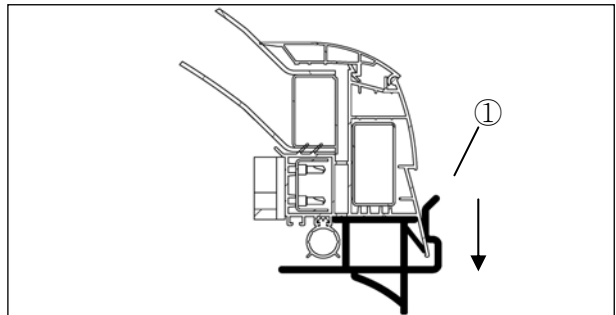
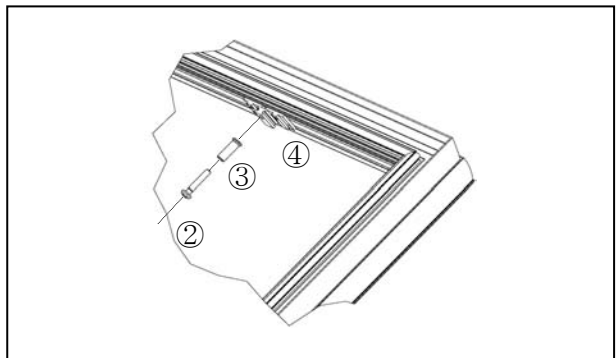

Bild 3
Bild 4
3. Stapelelemente ① in Pfeilrichtung abstreifen. (Bild 3)
- Kreuzschlitzschraube M8 ② und
- Kunststoff – Distanzbuchse ③
in Anschlagplatte ④ einschrauben. (Bild 4)